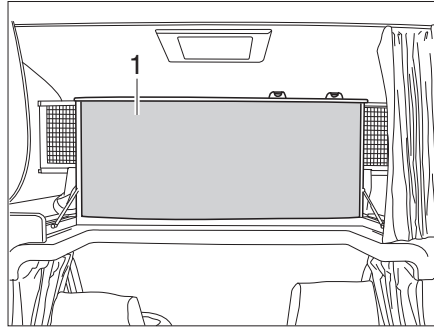

Fig. 100 Cama de alcoba, plegada hacia arriba
- Plegar hacia arriba la cama de alcoba (Fig. 100,1) delante. La cama de alcoba se mantiene en la posición superior mediante resortes por presión de gas.